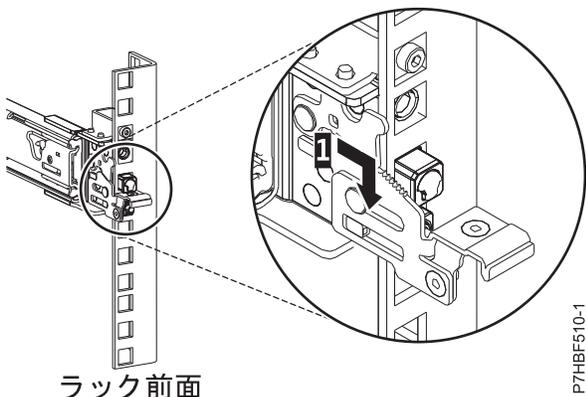

図 5. ラックの前面レールに取り付けられているピン
6. スライド・レールを前方に引き、レール前部の 3 つのピンを、事前にマークを付けた、選択済みの EIA 単位の 穴に挿入します。スライド・レールを下方に下げて (1)、中央のピンのフック機構を噛み合わせます。詳しくは、図 5を参照してください。